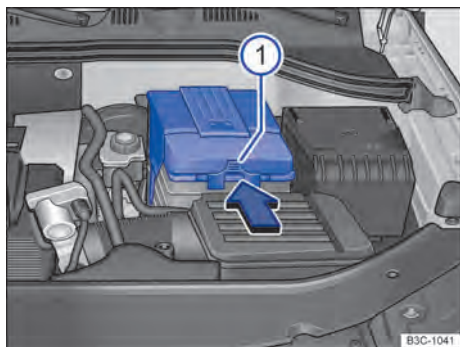

Fig. 200 No compartimento do motor: retirar a cobertura de plástico da bateria do veículo (versão 1).
- Com uma cobertura de plástico: pressionar sobre a tira ⇒ Fig. 200  no sentido da seta e retirar a cobertura de plástico para cima.